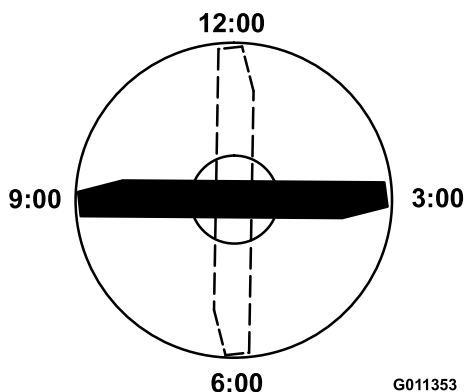

図 74
5. 印の付いている端部を3時の位置と9時の位置に向けて図 74それぞれ高さを測定する。